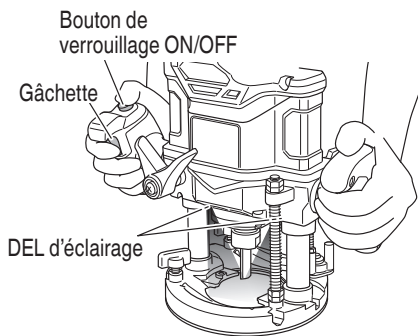

Fig. 28
2. Comment utiliser la DEL d'éclairage. (Fig. 28)